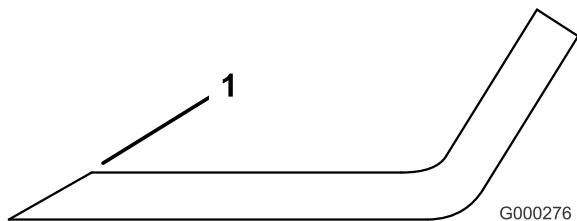

Figure 21
1. Aiguissez le tranchant à chaque extrémité de la lame (Figure 21). Veillez à conserver l'angle de coupe d'origine. Limez la même quantité de métal sur chacun des deux tranchants pour ne pas déséquilibrer la lame.